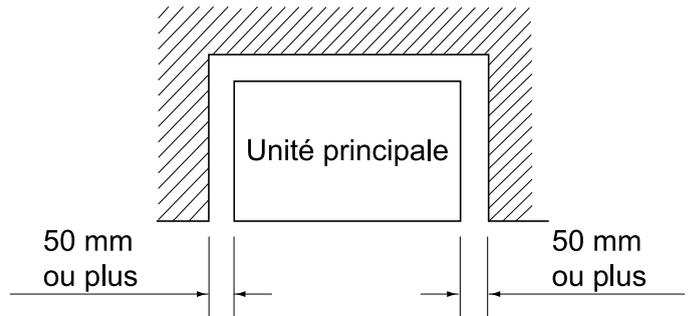

Fig. 2
**(1) Choisissez un lieu d'installation remplissant les conditions suivantes et approuvé par votre client.**
- Où rien ne bloque l'entrée et la sortie d'air et où un espace suffisant pour l'entretien et la réparation est assuré. **(Reportez-vous à la Fig.2)**